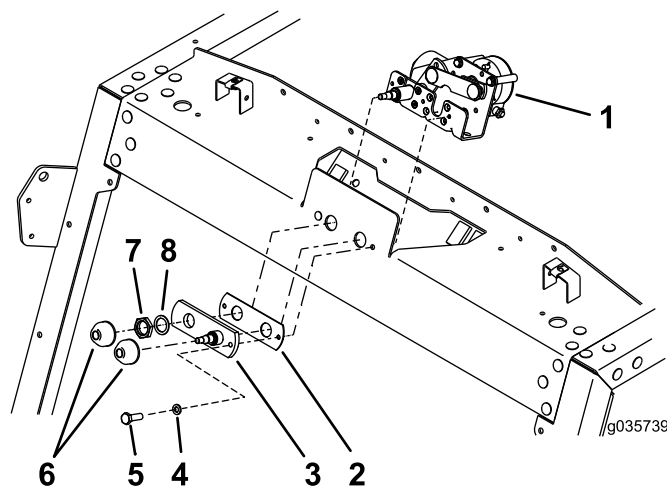

Bild 2
2. Nehmen Sie die Schraube und Sicherungsscheibe von der Welle ab (Bild 2).
3. Nehmen Sie die Kunststoffkappen, die Klemmmutter, Scheibe, Welle und die Dichtung vom Scheibenwischermotor ab (Bild 2).